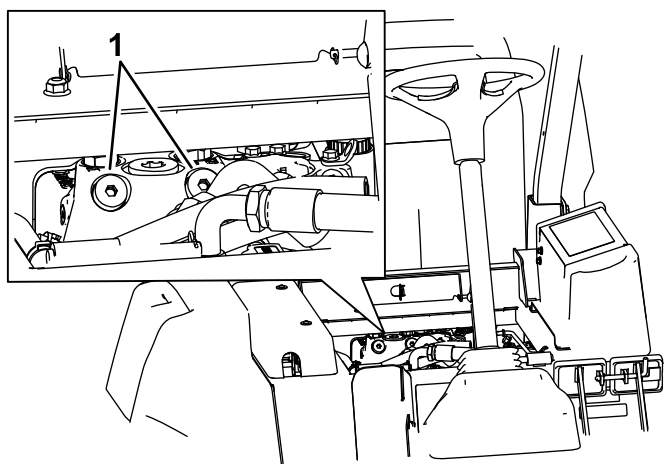

Figura 36
1. Sollevate il sedile e individuate le valvole di bypass, che sono posizionate sotto la parte anteriore del serbatoio del carburante (Figura 36).